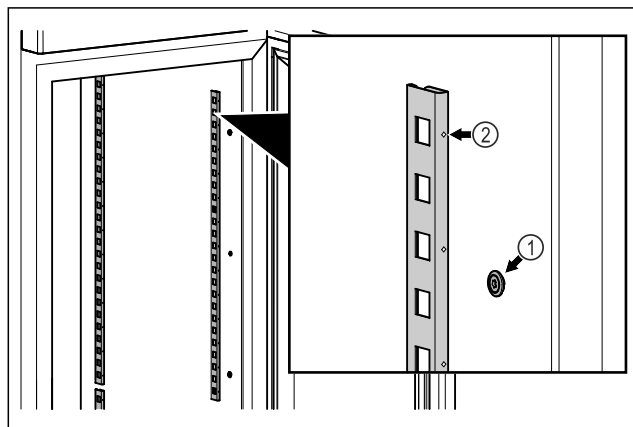

Fig. 54 Beispielhafte Darstellung
- ▶ Rastenleisten in Aufhängung Fig. 54 (1) einhängen. Markierung Fig. 54 (2) muss nach vorne zeigen.